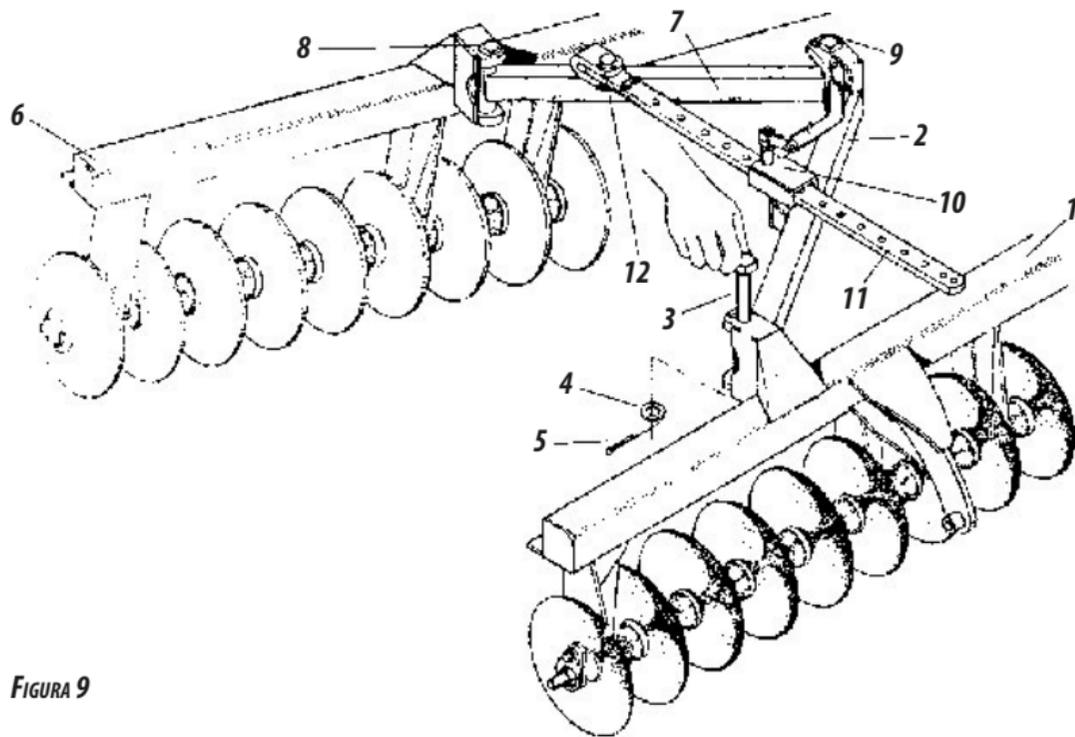

FIGURA 9
- Poner en la armación delantera (1) **figura 9**, la barra estabilizadora delantera (2) a través del perno de unión (3), arandela (4) y perno (5).
- Colocar en la armación trasera (6), la barra estabilizadora trasera (7), a través del perno de unión (8).
- Acoplar las barras estabilizadoras delanteras (2) y trasera (7), a través del perno de unión (9).
- Ensamblar la alza de traba (10), en la barra estabilizadora delantera, pasar la traba de regulación (11), por el interior del cuerpo de traba, uniéndola a la barra estabilizadora trasera a través del tornillo de traba (12).